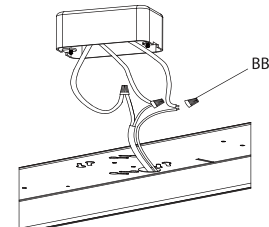

Figure 10
3. Remove the heat shrink tubing wrap from the ends of the black, white, and green wires in order to expose the copper wires prior to connect the AC wires to the corresponding wires (BLACK to BLACK, WHITE to WHITE and GREEN to GREEN) in the junction box and secure using wire nuts (Part BB). (Figure 10)
NOTE: - For proper connection, place the wire nuts (BB) over wires and twist clockwise until tight. (Figure 10)
3. Retirez l'enveloppe de la gaine thermorétractable aux extrémités des fils noir, blanc et vert afin d'exposer les fils de cuivre avant de connecter les fils AC aux fils correspondants (NOIR à NOIR, BLANC à BLANC et VERT à VERT) dans la boîte de jonction et sécuriser avec des serre-fils (pièce BB). (Figure 10)
REMARQUE: -Pour une connexion correcte, placez les écrous (BB) sur les fils et faites-les tourner dans le sens des aiguilles d'une montre. (Figure 10)